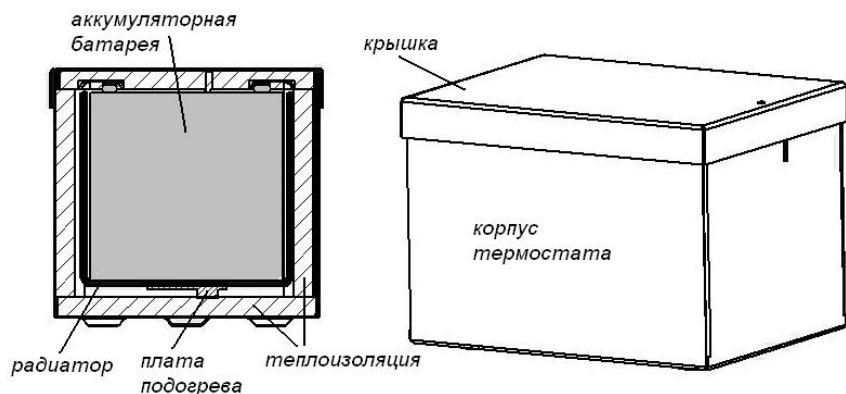

Рис.1 Термостат
1.1. Термостат включает в себя собственный корпус с крышкой, плату подогрева АБ с радиатором и теплоизоляцию (рис.1).